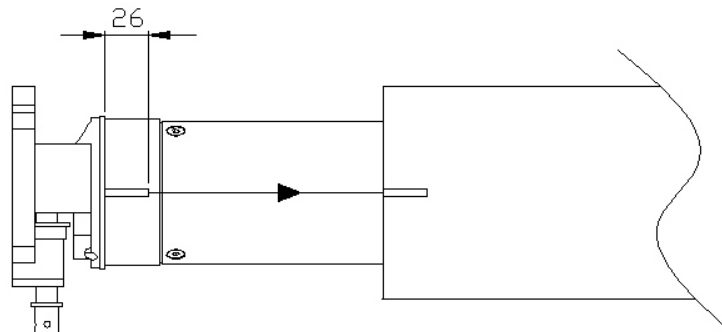

fig. 2
- Inserire il motoriduttore all'interno del rullo ricavando all'estremità di quest'ultimo un'asola di dimensioni pari alla linguetta presente sulla corona; (fig. 2)